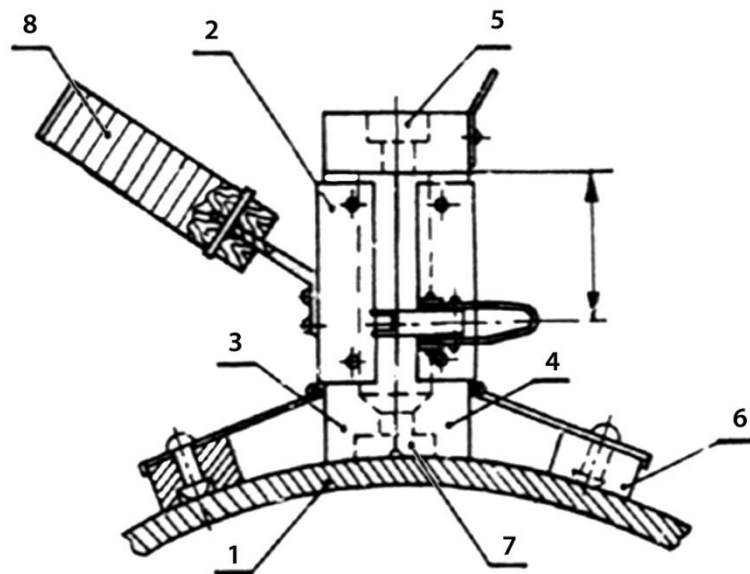

Рисунок 4 - Установка тигель-формы на трубу
4.1.4. Установка тигель-формы на место приварки выводов ЭХЗ должна производиться на предварительно зачищенную механическим способом и обезжиренную бензином или ацетоном поверхность трубопровода. Канал для установки вывода ЭХЗ должен располагаться по оси трубопровода в верхней четверти периметра трубопровода с максимальным отклонением от зенита $\pm 10^\circ$. (рисунок 4).